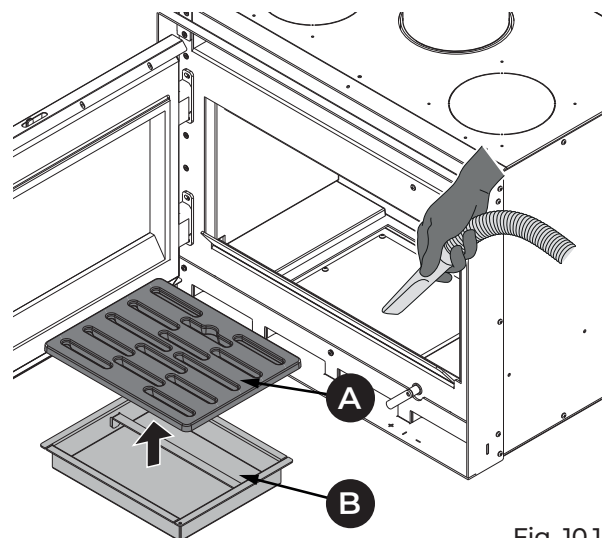

Fig. 10.1
1	Nettoyer soigneusement la grille (A) (Fig. 10.1). La retirer et effectuer le nettoyage du foyer en utilisant une balayette (non fourni) en faisant convoyer les résidus de la combustion dans le tiroir des cendres.